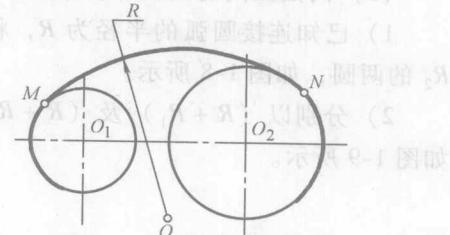

图 1-15 两圆弧间圆弧内接步骤四
4) 以  $O$  为圆心、 $R$  为半径画圆弧，连接已知圆于  $M$ 、 $N$ ，即完成作图，如图 1-15 所示。